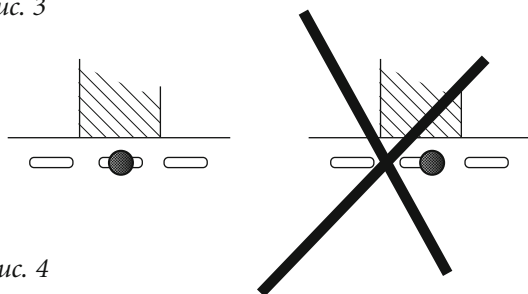

рис. 4
7. Для крепления панелей используйте алюминиевые или оцинкованные гвозди или шурупы, что позволит избежать появления ржавых подтеков на панелях. Гвозди или шурупы должны входить в крепежную основу строго перпендикулярно, ни в коем случае под углом, и строго по центру отверстий, предусмотренных в планках и панелях, это обеспечит возможное вертикальное расширение (рис. 4).